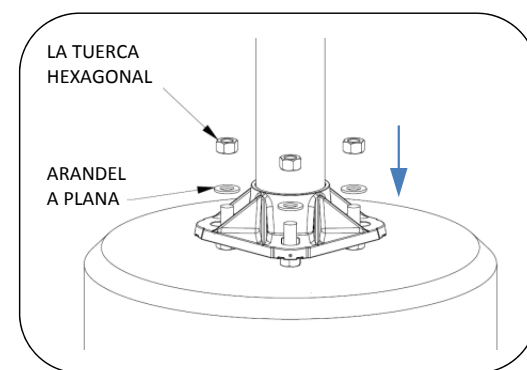

Fig. 2: Instalación del poste
2. Coloque las arandelas y las tuercas hexagonales como se indica en la Fig. 2.